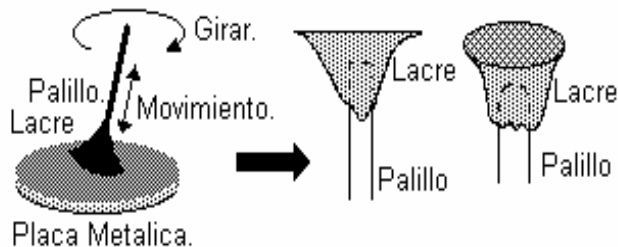

Figura 14: Forma del lacre sobre el palillo.
C) Después sobre una placa metálica se le da una forma de cono con una forma similar a la base de la piedra, solo que de un tamaño un poco menor (**Figura 14**).